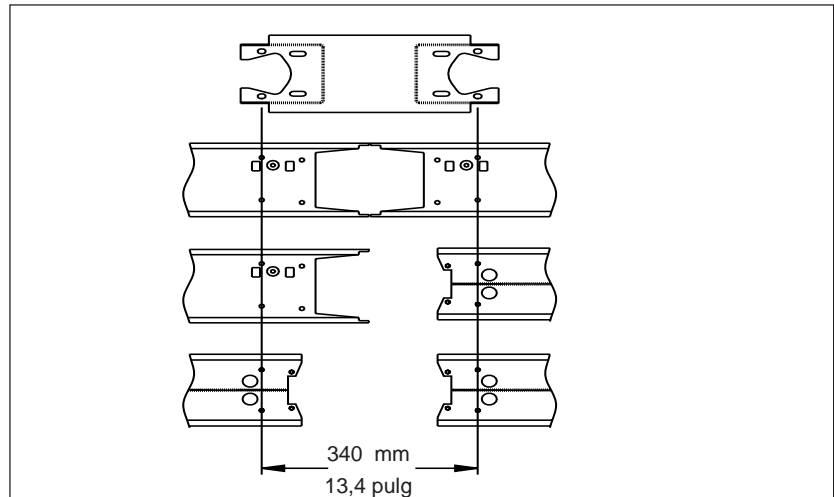

Figura 2: Separación para configuraciones variadas de los extremos de unión
4. Asegúrese de que los electroductos estén alineados correctamente antes de intentar unirlos. Con la varilla enganchada en la pinza de apoyo, jale para deslizar y unir los electroductos hasta que se encuentren separados tal como se muestra en la figura 2.